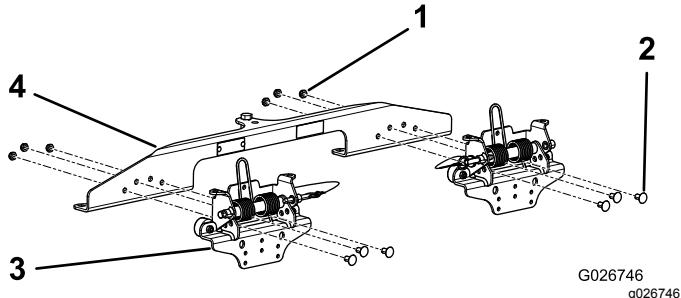

Bild 2
- Fluchten Sie die Löcher in jeder Federhalterung mit den Löchern in der Nagelrechen-Halterung aus, wie in Bild 2 abgebildet.
- Sicherungsmutter (6)
- Schraube (6)
- Federhalterung (2)
- Befestigen Sie die Federhalterungen mit sechs Schrauben und sechs Sicherungsmuttern an der Nagelrechen-Halterung (Bild 2).